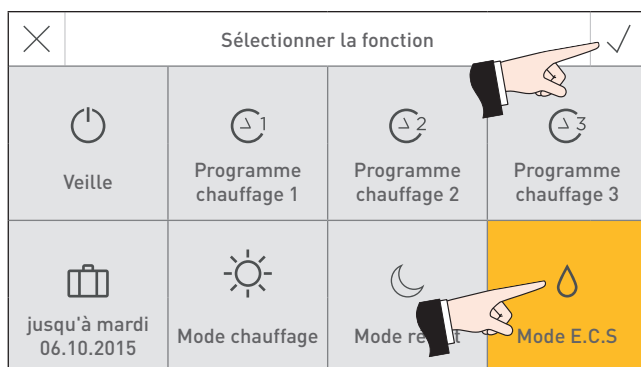

Fig. 16
► Sélectionner et confirmer le choix fonction « Mode E.C.S » ☰, ✓ – Fig. 16.